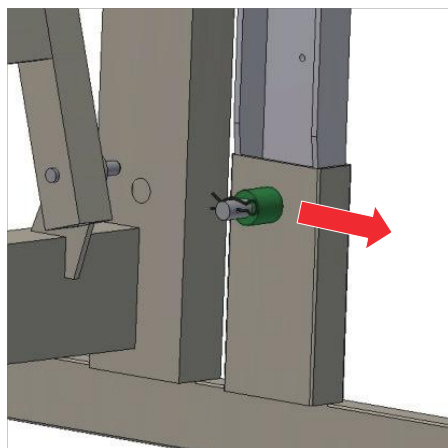

Figure 1: retrait des clips en R
3. Retirez les clips en R, l'entretoise en plastique, puis les broches de la partie inférieure du lit (Figure 1); conserver les broches, l'entretoise et les clips pour une utilisation ultérieure.